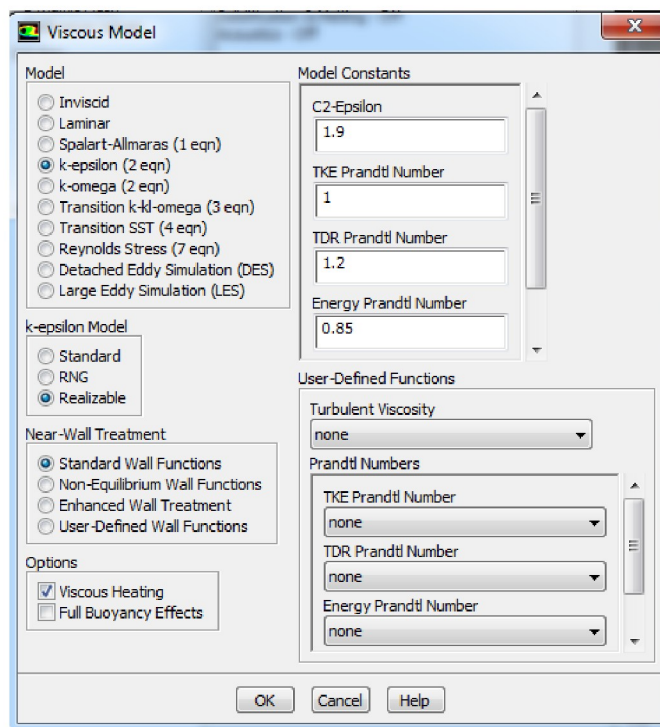

Рисунок 99 – Задание модели турбулентности
7. Задание модели турбулентности (рисунок 99):